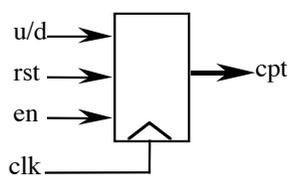

figure 4
- Compteur/Décompteur avec reset asynchrone et enable (figure 4).